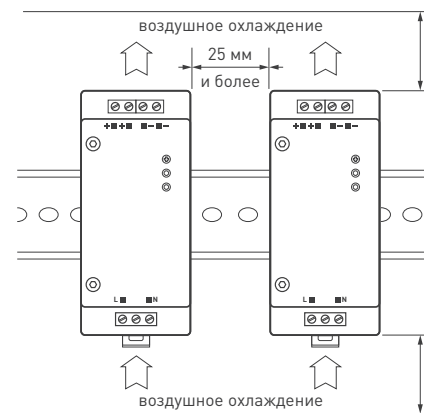

Рис. 2. Рекомендуемое размещение источника питания и обеспечение циркуляции воздуха
- 4.2. Для соблюдения температурного режима работы обеспечьте свободное пространство вокруг источников питания (см. рис. 2). При необходимости используйте принудительную вентиляцию.